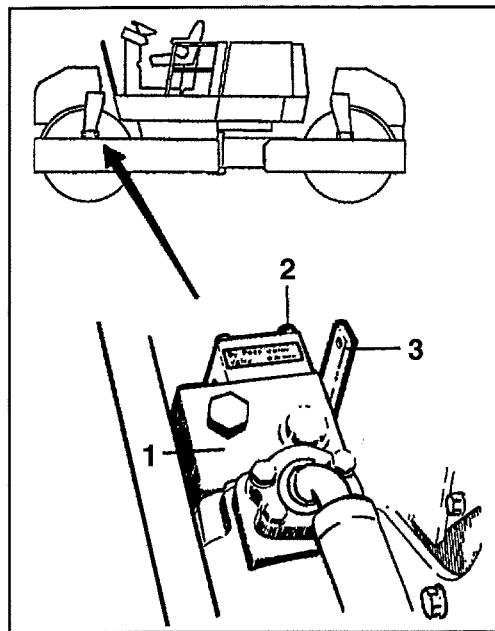
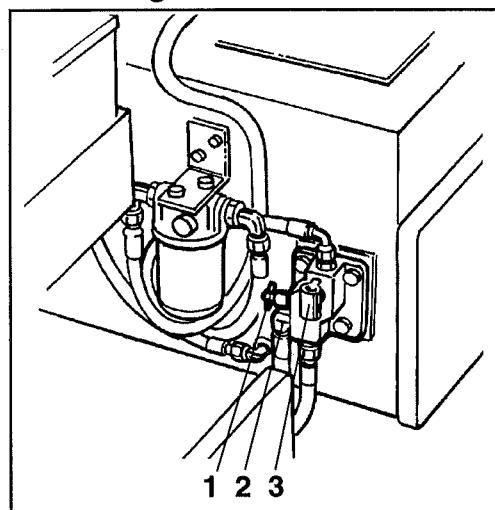

Fig. 29
Fig. 31 Bogserventil
**Blockera valsen! Välten kan börja rulla då armen (3) fig. 29 manövreras.**
2. Ta bort skruven (2) på ventilblocket (1) och dra armen (3) uppåt.
3. Glöm inte att ställa tillbaka ventilblockets arm (3) fig 29 till ursprungsläge efter bogseringen.
**Blockera valsen! Välten kan börja rulla då armen (3) fig 29, 31 manövreras.**
1. Ta bort skruven (2) på ventilblocket (1) och dra armen (3) uppåt, enligt fig. 29.
2. Pumpa med armen (3) tills bromsarna friläggs. Se till att ventilen (1) är i tryckt läge.
3. Glöm inte att ställa tillbaka ventilblockets arm (3) fig 29 till ursprungligt läge efter bogseringen. Samt håll ventilen (1) fig 31 i utdraget läge några sekunder efter bogseringen.